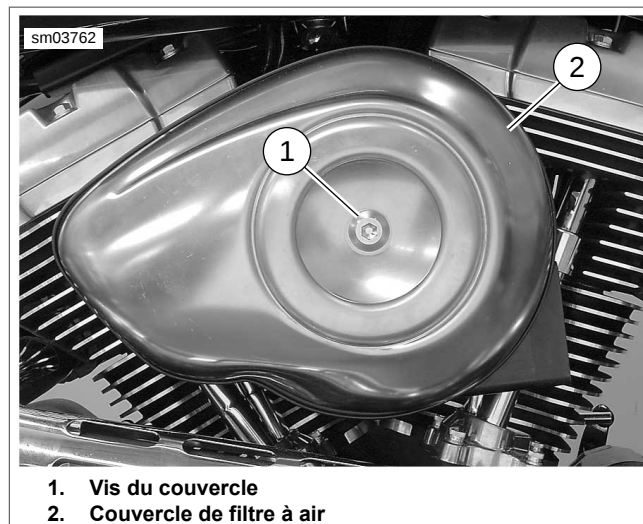
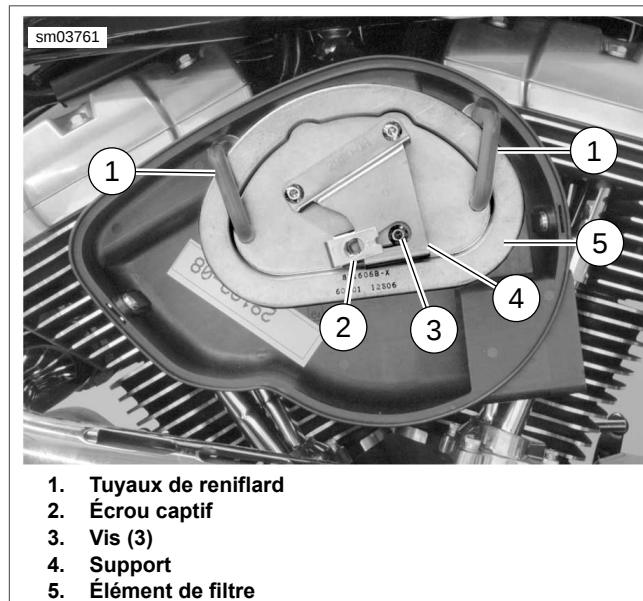

Figure 1-6. Couvercle de filtre à air
Figure 1-7. Élément de filtre à air
1. Voir Figure 1-6. Retirer la vis (1) et le couvercle de filtre à air (2).
2. Voir Figure 1-7. Tirer doucement les deux tuyaux de reniflard (1) de l'élément.
3. Glisser l'écrou captif (2) vers la gauche pour avoir accès à la troisième vis. Retirer les trois vis (3), le support (4) et l'élément de filtre (5).
2. Voir Figure 1-7. Connecter les tuyaux de reniflard (1) aux vis de reniflard sur la plaque arrière.
3. Installer l'élément de filtre à air (5) et le support (4) en utilisant les trois vis (3). Serrer à un couple de 4,5 à 6,8 N·m (40 à 60 **lb·po**). Glisser l'écrou captif (2) vers la droite pour le remettre en place.
4. Introduire les tuyaux de reniflard (1) dans les trous dans l'élément de filtre à air.
5. Voir Figure 1-6. Installer le couvercle du filtre à air (2).
- a. Enduire les filets des vis du couvercle du filtre à air (1) d'une goutte de FREIN FILET ET PRODUIT D'ÉTANCHÉITÉ D'INTENSITÉ MOYENNE LOCTITE 243 (bleu).